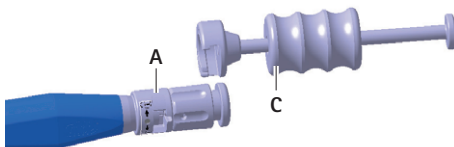

Fig. 5 Montaggio del martello sullo strumento inseritore
- ▶ Montare il martello **C** sullo strumento inseritore **A**, vedere Fig. 5.
- ▶ Montare il martello **B** sullo strumento inseritore **A**, vedere Fig. 5.